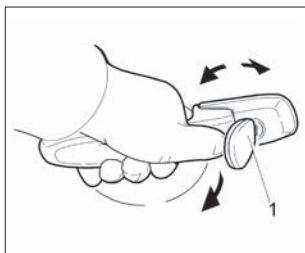

Рис. 3. Открывание двери
**Передние двери** блокируются: снаружи – ключом **1** (рис. 3) или (в варианном исполнении) пультом дистанционного управления; изнутри – нажатием на кнопку блокировки **1** («утапливанием») (рис. 4а, 5а) в двери или (в варианном исполнении) кнопкой  в модуле двери водителя (рис. 6б). Блокировать замок можно только при закрытых дверях.